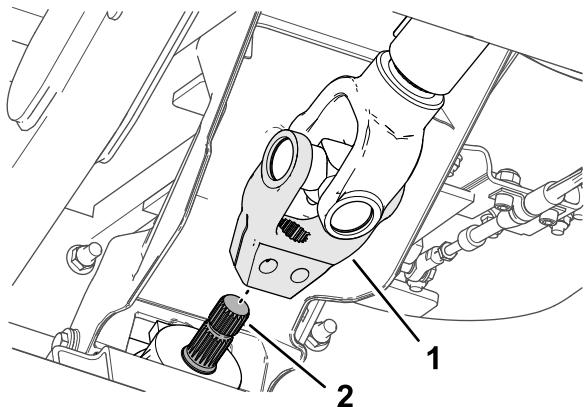

Bild 17
5. Richten Sie die Verzahnung des Antriebswellenjochs auf die Verzahnung der Eingangswelle des Anbaugeräts (Bild 17) aus und schieben Sie das Joch über die Welle.